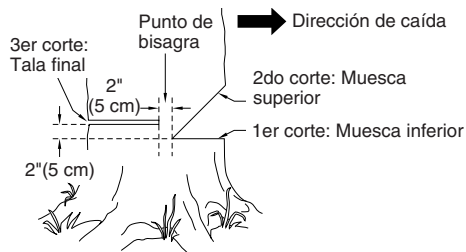

Figura 12 - Tala de un árbol
La preparación correcta de una muesca determinará la dirección en que caerá el árbol. Corte la muesca del lado del árbol correspondiente a la dirección en la cual desea que éste caiga (vea la Figura 12). Siga las instrucciones a continuación para cortar la muesca.
1. Haga el corte inferior de la muesca tan cerca del suelo como sea posible. Sujete la sierra de modo que la barra de guía se encuentre en posición horizontal. Corte a través del tronco del árbol hasta atravesar 1/3 de su diámetro (vea la Figura 12). *Nota:* Haga siempre este corte inferior horizontal en primer lugar. Si la hace en segundo lugar, el árbol puede presionar la cadena o la barra de guía.
2. Comience el corte superior de la muesca a una distancia del corte inferior igual a la profundidad de éste. *Por ejemplo:* Si el corte inferior tiene una profundidad de 20 cm, comience el corte superior 20 cm por encima de aquél. Corte en dirección hacia abajo y a un ángulo de 45°. El corte superior de la muesca debe llegar y unirse al punto final del corte inferior (vea la Figura 12).
1. Haga el corte de tala final 5 cm por encima del corte inferior de la muesca y sobre el lado opuesto del árbol (vea la Figura 12). Mantenga el corte de tala final paralelo al corte inferior de la muesca.
⚠ ADVERTENCIA: No atraviese el árbol completamente. Deje alrededor de cinco centímetros de diámetro sin cortar, directamente detrás de la muesca (vea la Figura 12, página 30). Esta porción sin cortar funciona a manera de bisagra. La bisagra ayuda a evitar que el árbol se tuerza y caiga en la dirección equivocada.